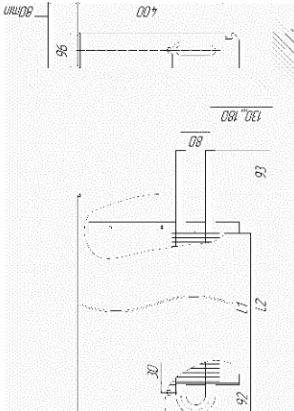
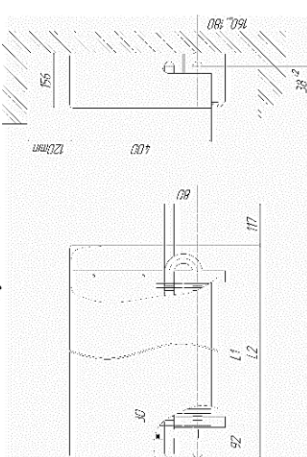

Рис. 1 Конвектор стальной с кожухом (КСК) ТЗПО «Универсал ТБ» концевое исполнение с воздухоотводчиком.
Рис. 2 Конвектор стальной с кожухом (КСК) ТЗПО «Универсал ТБ-С» концевое исполнения с воздухоотводчиком.
1.3. Конвекторы выпускаются двух типов: КСК «Универсал ТБ» и КСК «Универсал ТБ-С» в концевом исполнении, с патрубками для подвода теплоносителя, расположенными с правой или левой стороны прибора при виде спереди (правое или левое исполнение; см. рис.1 и рис.2), концы присоединительных патрубков гладкие или с раструбами (под сварку) или с резьбой G3/4".